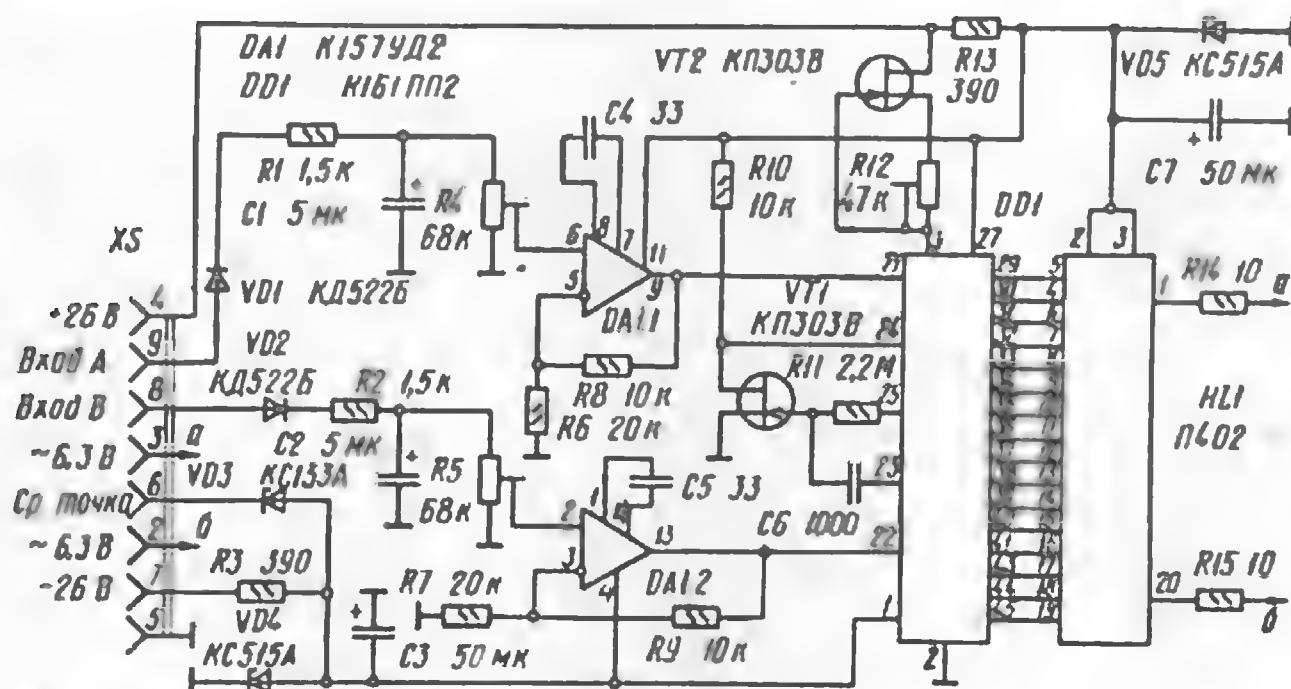

Рис. 7
Принципиальная схема электронного индикатора уровня выходной мощности с выводом информации на вакуумный катодолуминесцентный двухцветный дисплей показана на рис. 7. При выходной мощности, меньшей номинальной ($-20...0$ дБ) светится линейка зеленого цвета, а при перегрузке ($0...+5$ дБ) — красного. Работой дисплея HL1 управляет микросхема DD1, обеспечивающая аналогопозиционное преобразование выходного сигнала каждого канала усилителя в соответствующий код. Пороговые напряжения срабатывания элементов коммутации микросхемы стабилизированы генератором тока на транзисторе VT2. Инвертор на транзисторе VT1 совместно с элементами микросхемы DD1 образует генератор паразитных импульсов, поступающих на сетки дисплея в такт с подключением входов этой микросхемы к выходам (3) DA1.1, DA1.2. Частота импульсов выбрана равной 150 Гц, определяется она номиналами элементов R11, C6. Обработка информации обоих каналов одним аналогопозиционным преобразователем обеспечивает идеальную согласованность характеристик индикации. Микросхема DA1 усиливает сигналы, поступающие с выпрямителей на диодах VD1, VD2 через интегрирующие цепи R1C1R4, R2C2R5 (время интеграции индикатора около 30, обратного хода — 500 мс). Параметрические стабилизаторы (VD4, VD5) обеспечивают стабильные показания индикатора при значительных изменениях питающих напряжений.